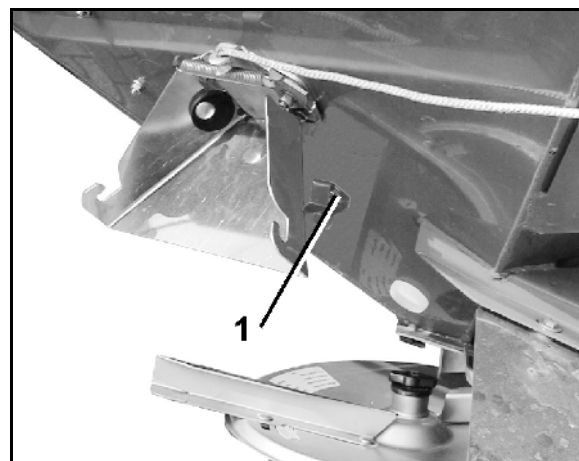
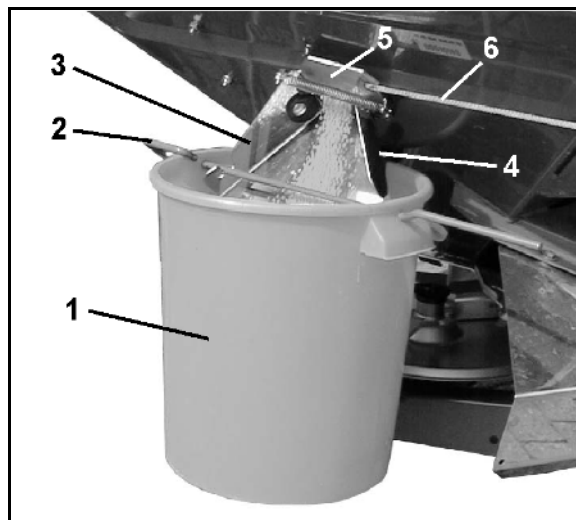

Fig. 67
Fig. 69
1. Agățați vasul de colectare (Fig. 69/1) prin intermediul etrierului (Fig. 69/2) la jgheabul de evacuare (Fig. 69/3). Fixați vasul de colectare în dispozitivul de blocare (Fig. 69/4 Fig. 67/1).
2. Deschideți complet vana laterală (Fig. 69/5) a jgheabului de evacuare pentru cca. 5 sec., cu ajutorul cablului (Fig. 69/6) (pentru a asigura un flux constant de îngrășământ). Apoi turnați cantitatea colectată înapoi în distribuitor.